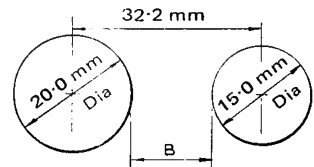

Fig. 1.28
- Find the dimension B shown in Fig. 1.28.